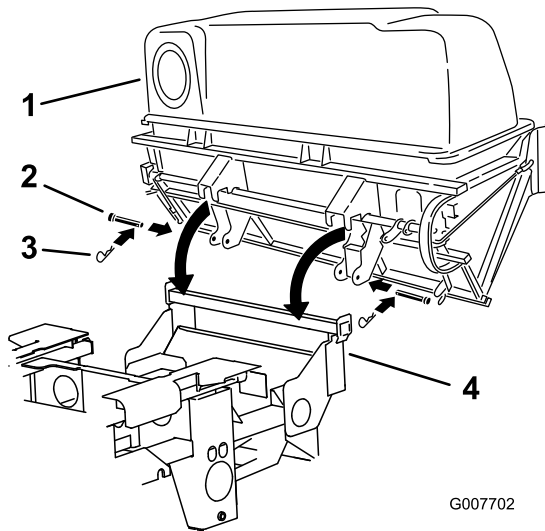

Figure 10
1. Montez le système de ramassage sur son support (Figure 10).
2. Insérez les 2 axes de chape dans le système de ramassage et son support. Fixez-les en place avec 2 goupilles fendues (Figure 10).